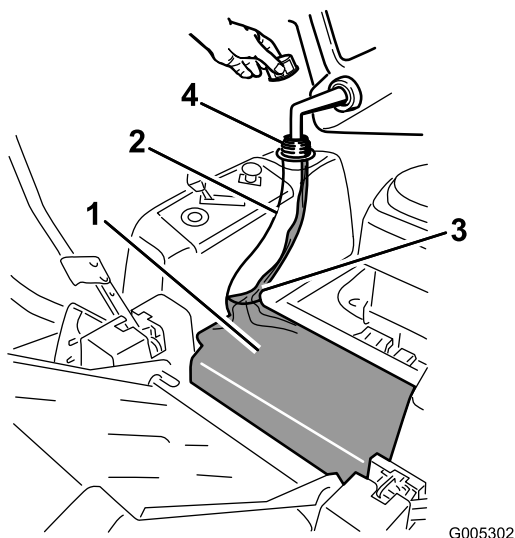

Bild 7
3. Füllen Sie bleifreies Normalbenzin in den Tank, bis ein Stand unterhalb des Randes des Einfüllstutzens erreicht ist (Bild 7). Dieser Platz im Füllstutzen des Tanks ermöglicht eine Ausdehnung des Benzins. Füllen Sie den Kraftstofftank nicht ganz auf.